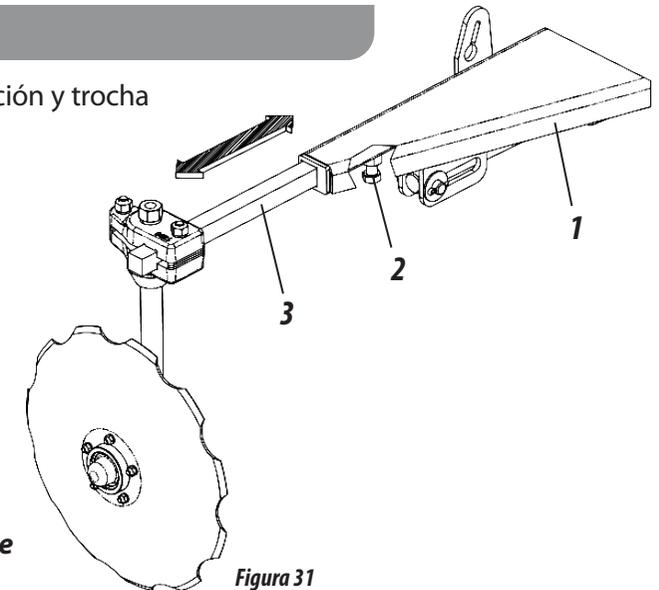

Figura 31
**REGULACIÓN DE LA BARRA DE LOS MARCADORES DE LÍNEA (FIGURA 31)**